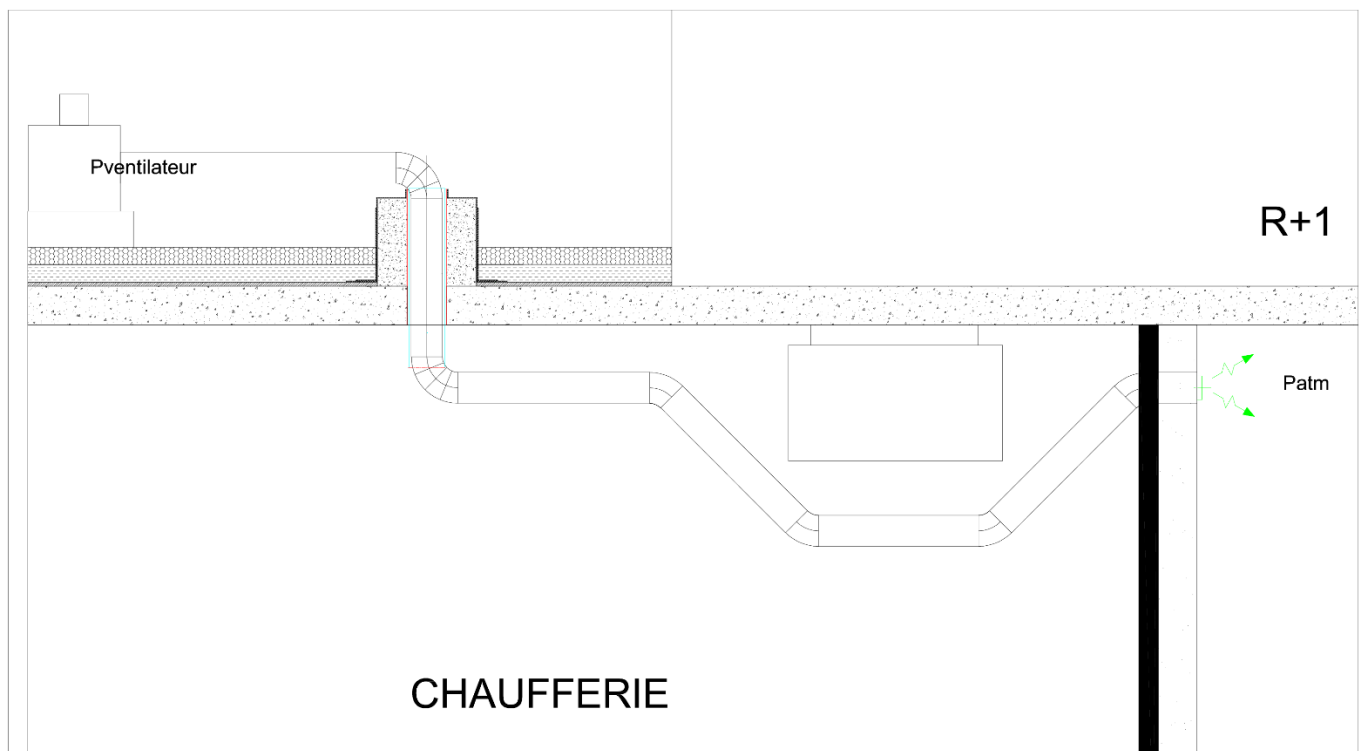

Figure 3 : Coupe de l'installation de ventilation (échelle 1/50)
- L'**objectif** de ce TD est de dimensionner un caisson d'insufflation d'air pour le bureau d'un immeuble (Cf. Figure 3 ci-dessous).